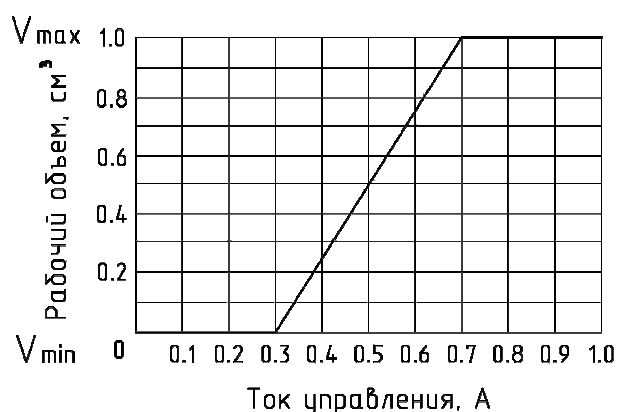

Рис. 44 – Схема пропорционального позитивного электроуправления
Пропорциональное позитивное электроуправлением 313 ... 07D, 07E (см. рис. 44, 45, 46)
- При подаче тока управления $I_{\text{шим}}$ на пропорциональный клапан, начиная с определенной силы тока (в зависимости от электромагнита 12В и 24В, см. рис. 44), рабочий объем насоса V_g пропорционально увеличивается, вызывая увеличение подачи Q (потребляемой мощности $N_{\text{п}}$).
- Достигнув максимального рабочего объема V_{max} при управляющем токе $I_{\text{шим}_k}$ с определенной силой тока (см. рис. 44), насос будет иметь максимальную подачу Q_{max} и потребляемую мощность $N_{\text{п}}$.